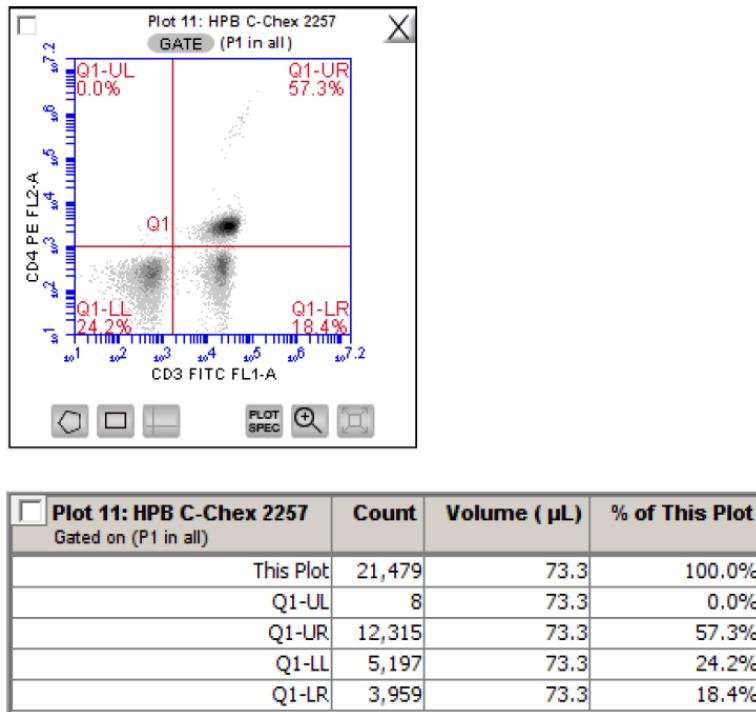

图 3-45. 在第一个 decade 去隐藏后的正确补偿数值
4. 进行 3.12.2 章节中描述的荧光补偿设置，在 Q1-LR 中显示的事件数目与统计数据一致为 18.4%，如图 3-45 的 plots 以及统计表格所示。